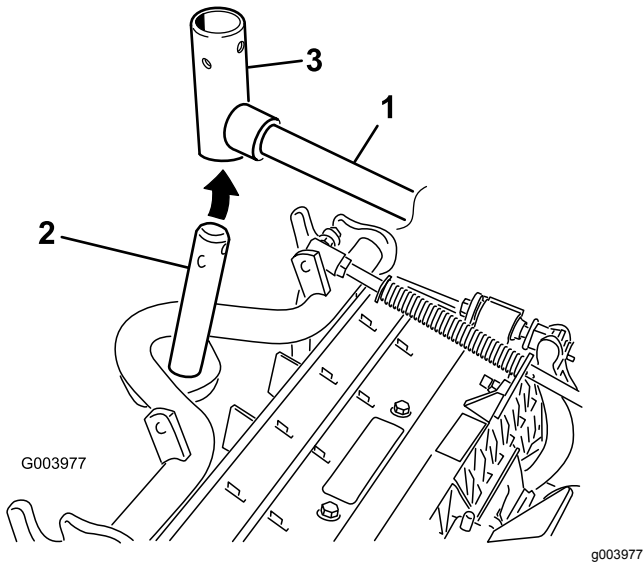

Bild 11
8. Frontschneideinheit: Schieben Sie eine Schneideinheit unter den Hubarm und schieben Sie gleichzeitig den Trägerschaft in das Gelenkjoch des Hubarms (**Bild 11**).
- B. Setzen Sie das Hubarmjoch in den Trägerschaft ein (**Bild 11**).